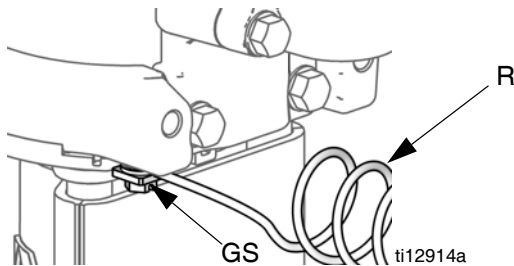

FIG. 2. Vite e filo di terra
1. Pompa: Consultare FIG. 2. Verificare che la vite di terra (GS) sia fissata e avvitata saldamente al motore pneumatico. Collegare l'altra estremità del filo di terra (R) a una presa di terra efficace.